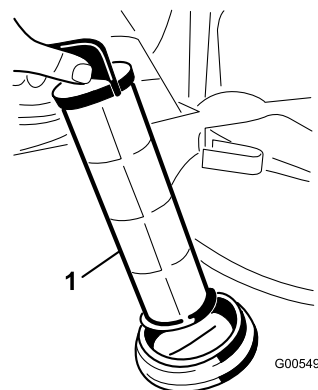

Figura 64
4. Retire o filtro de rede da sucção do orifício (Figura 64).